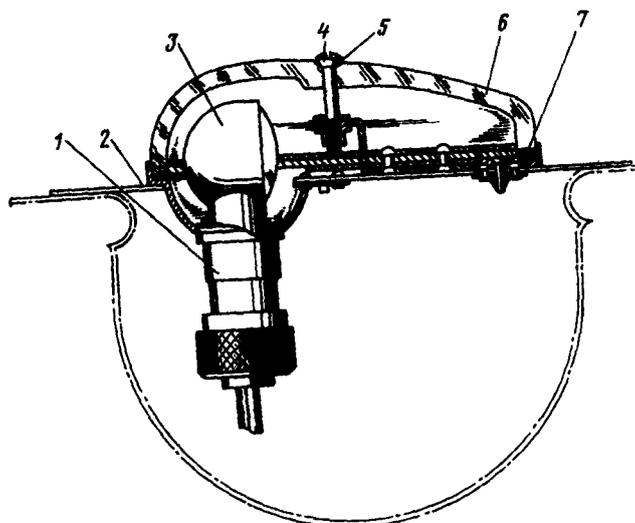

Рис. 125. Лампы в бортовом аэронавигационном огне БАНО-45:
1. Отвернуть винт 4 (рис. 125) и снять светофильтр 6.
2. Установить светофильтр 6 (см. рис. 125), предварительно промазав его торец герметизирующей смазкой и установив под светофильтр уплотняющую прокладку 7.